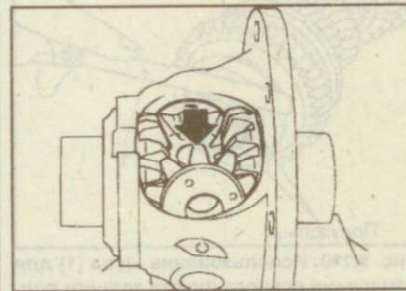

Рис. 9.128. Снятие сателлита из коробки дифференциала
8. Поворачивая сателлиты снимите их, упорные шайбы сателлитов, полуосевые шестерни и упорные шайбы полуосевых шестерне из коробки дифференциала (рис. 9.128).
2. Установите упорную шайбу полуосевой шестерни и полуосевую шестерню в коробку дифференциала (см. рис. 9.128).